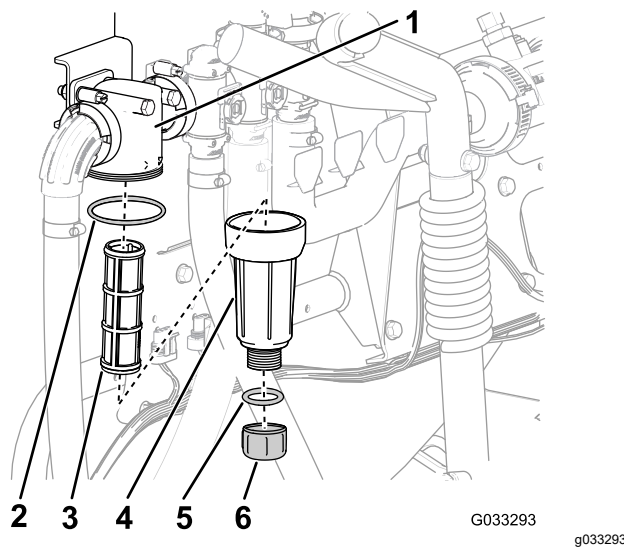

Figure 31
- Placez un bac de vidange sous le filtre de pression (Figure 31).
- Tournez le bouchon de vidange dans le sens antihoraire et déposez-le de la cuvette du filtre de pression (Figure 31).
- Tournez la cuvette dans le sens antihoraire et déposez la tête du filtre (Figure 31).
- Retirez l'élément du filtre de pression (Figure 31).
- Contrôlez l'état et l'usure du joint du bouchon de vidange (à l'intérieur de la cuvette) et du joint de la cuvette (à l'intérieur de la tête du filtre) (Figure 31).
- Placez l'élément dans la tête du filtre de pression (Figure 31).
- Vissez la cuvette sur la tête du filtre à la main (Figure 31).
- Vissez le bouchon de vidange sur le raccord au fond de la cuvette et serrez-le à la main (Figure 31).